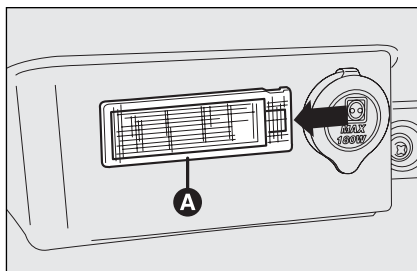

fig. 52
- ☐ extrair o plafonier **A-fig. 52** forçando ligeiramente no ponto indicado pela seta.
- ☐ montar o plafonier **A-fig. 52** introduzindo-o na sua correcta posição, primeiro de um lado e depois premindo no outro lado até perceber o bloqueio.